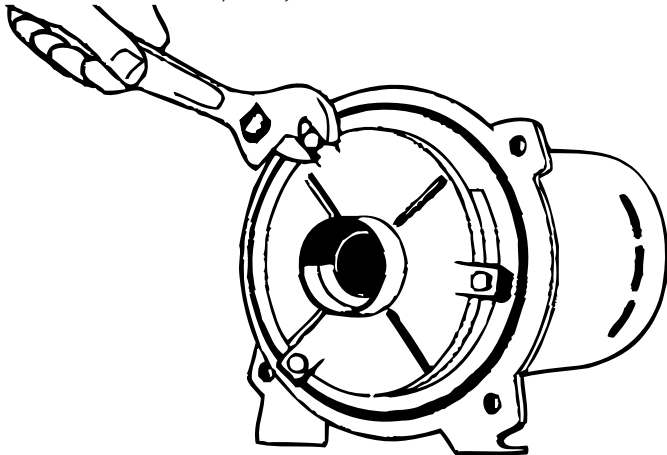

Figura 10 - Saque la placa del difusor
4. Saque los pernos de la placa del difusor y saque el difusor (Figura 10). Cuando vuelva a colocar el difusor, use tres cuñas de 0.010" de grosor espaciadas igualmente entre el ojo del impulsor y el difusor para impedir que el impulsor se roce contra el difusor y las fijaciones.